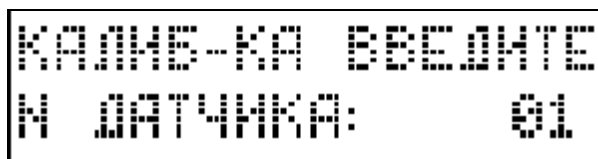

Рис. 51
- Выбрать в основном меню параметр «Калибровка» (или из режима сканирования одновременно нажать кнопки **доп.** и **$\pm$**), при этом на дисплее появится сообщение (Рис. 51).